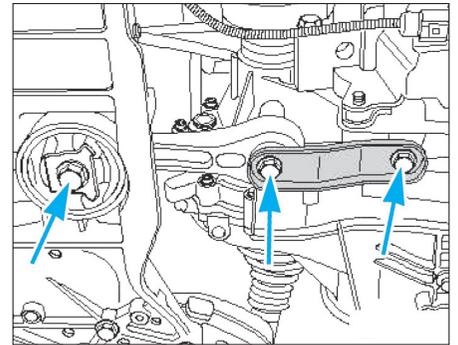

Fig. 15
- Déposer les vis, puis la bielle de reprise de couple (Fig.15).